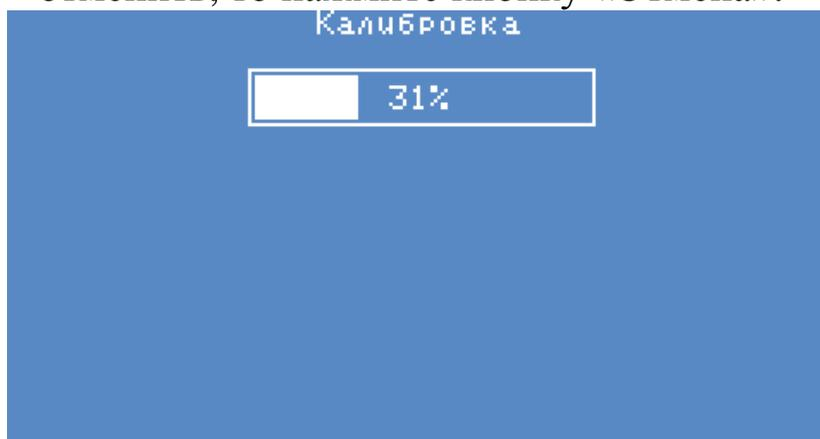

Рисунок 15 Калибровка дозатора
9.2.6.5. Калибровка дозатора – позволяет откалибровать параметры «Колесо, импульсов» и «Дозатор, импульсов» для выбранного дозатора (одного или всех сразу). Для выполнения процедуры калибровки выберите пункт меню «Калибровка дозатора». С помощью кнопок «Плюс» и «Минус» установите номер дозатора, который нужно откалибровать (или установите значение «ВСЕ» чтобы выполнить калибровку сразу всех дозаторов). Нажмите кнопку «Меню». Появится экран калибровки дозатора (рис. «Рисунок 15»). Нужно выполнять вращение колеса, приводящего в движение дозатор, до тех пор, пока процесс калибровки не дойдет до 100%. Когда это произойдет – появится сообщение «Прекрати вращение!». Теперь можно прекратить вращение и дождаться сообщения «Выполнено». На этом процесс калибровки завершен. Если процесс калибровки нужно отменить, то нажмите кнопку «Отмена».